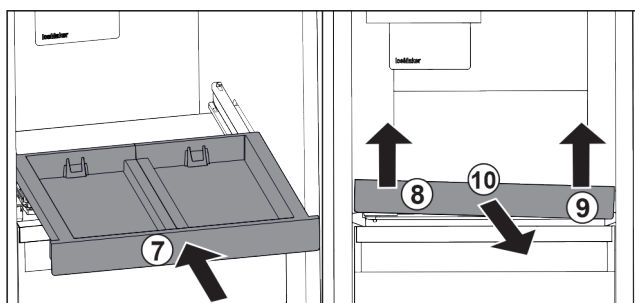

Fig. 106
- ▶ Skub udtrækshylden ind. Fig. 106 (7)
- ▶ Løft udtrækshylden foran i venstre side. Fig. 106 (8)
- ▶ Løft udtrækshylden foran i højre side. Fig. 106 (9)
- ▶ Tag udtrækshylden ud fremefter. Fig. 106 (10)